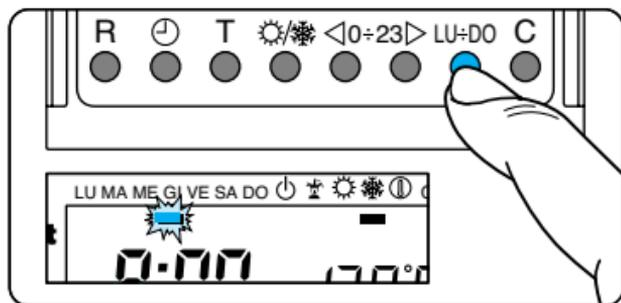

Fig. 43
9.7 - Tramite il pulsante LU ÷ DO portare l'indicatore in corrispondenza del giorno prescelto (fig. 43).